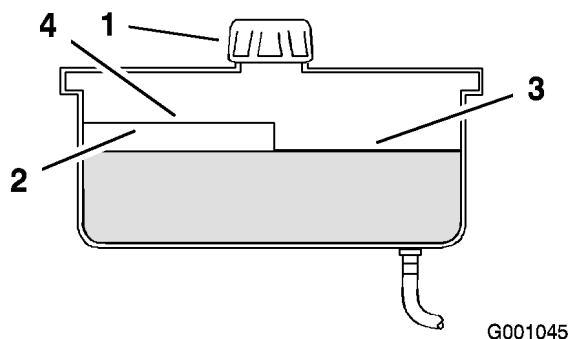

Figure 54
2. Nettoyez la surface autour du goulot de remplissage du réservoir hydraulique (Figure 54).
3. Enlevez le bouchon du goulot de remplissage et vérifiez si le réservoir contient du liquide (Figure 54).
Remarque: Lorsque l'huile est chaude, le niveau de liquide doit atteindre le haut du repère "à chaud" sur le déflecteur (Figure 54).